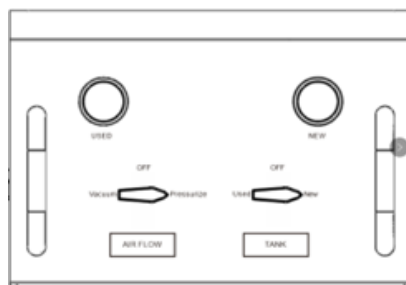

Fig 9.
6. Arrestare il motore e verificare il livello dell'anticongelante nuovo. Se il livello dell'antigelo si abbassa, girare la valvola sinistra "AIR FLOW" sul pannello in posizione "Pressurize" (pressurizzare), la valvola destra "TANK" (serbatoio) in posizione "New" (nuovo) (Fig. 9), aprire la valvola sul tubo del nuovo fluido (rosso) (Fig. 8), quindi aprire la valvola dell'aria dell'officina per
4. Collegare l'adattatore conico e dirigerlo verso il serbatoio di compensazione. Ruotare la valvola sinistra sul pannello "AIR FLOW" in posizione "Pressurize", la valvola destra "TANK" in posizione "New", aprire la valvola sul nuovo tubo del fluido (rosso), quindi aprire la valvola dell'aria dell'officina per aggiungere nuovo antigelo al veicolo attraverso il serbatoio di compensazione. Come illustrato nella Fig. 8 e nella Fig. 9.
5. Avviare il motore e controllare il livello dell'antigelo. Se il livello dell'antigelo si abbassa, ruotare la valvola sinistra "AIR FLOW" sul pannello in posizione "Pressurize" (pressurizzazione), la valvola destra "TANK" (serbatoio) in posizione "New" (nuovo) (Fig. 9), aprire la valvola sul tubo del nuovo fluido (rosso) (Fig. 8), quindi aprire la valvola dell'aria dell'officina per aggiungere altro nuovo antigelo al veicolo.
5. Avviare il motore e controllare il livello dell'antigelo. Se il livello dell'antigelo si abbassa, ruotare la valvola sinistra "AIR FLOW" sul pannello in posizione "Pressurize" (pressurizzare), la valvola destra in posizione "New" (nuovo) (Fig. 9), aprire la valvola sul tubo del fluido nuovo (rosso) (Fig. 8), quindi aprire la valvola dell'aria dell'officina per aggiungere altro antigelo nuovo al veicolo attraverso il serbatoio di compensazione del veicolo.